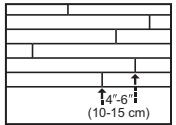

Figura 4
• Ponga atención para escalar los extremos de los tableros al menos de 4"-6" (10-15 cm) cuando sea posible en hileras adyacentes (Figura 4). Esto ayudará a lograr una apariencia general más favorable del piso.
- Compruebe que exista un encaje ajustado entre todos los bordes y extremos de cada tabla. Las uniones de extremo de las hileras adyacentes deben escalonarse 4"-6" (10-15 cm) cuando sea posible, para lograr una apariencia general favorable (Figura 4).
- Conserve 6" (15 cm) de distancia entre las juntas de extremo después de las primeras cuatro hileras para lograr una mejor apariencia (Figura 4).